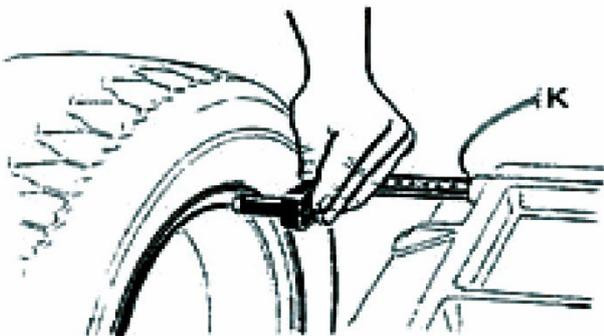

Abb.1
- \* Einstellen des "a" -Wertes: Bewegen Sie die Messlehre zum ersten Messpunkt (z.B. wie in Abb.1 gezeigt), halten Sie die Messlehre (für ca. 4 Sekunden) in dieser Position, nach der Bestätigung bringen Sie die Messlehre wieder auf die 0 Position zurück. (Der Messwert wird automatisch im Display angezeigt).